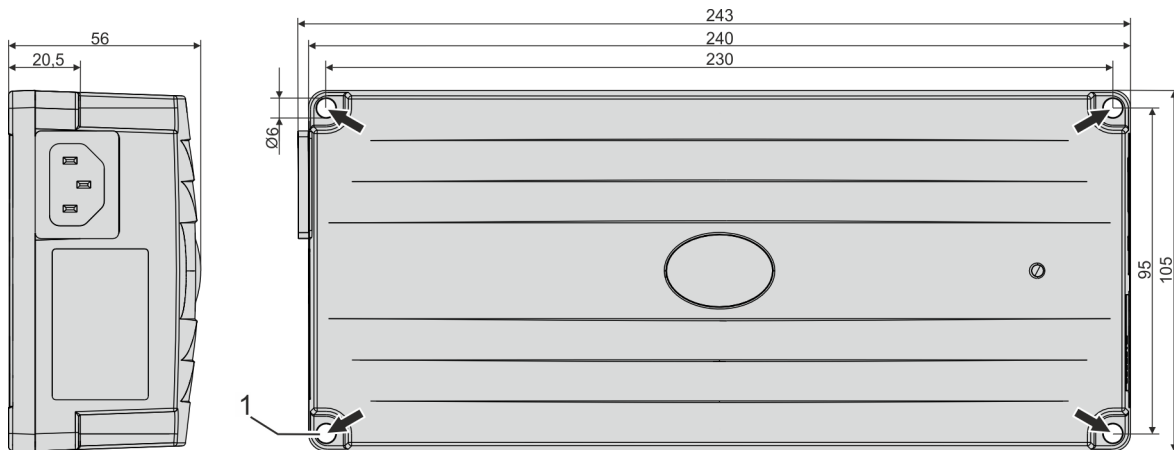

Abb. 19: Anbindungspunkte
1. ▶ Bohrlöcher (4 x Ø 5,5 mm) gemäß den Abständen in Abb. 19 in den Untergrund bohren.
4 Schrauben in die Bohrlöcher (Abb. 19/1) einsetzen und abwechselnd über Kreuz festziehen.